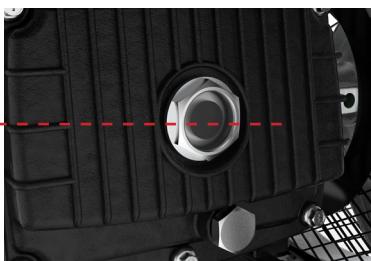
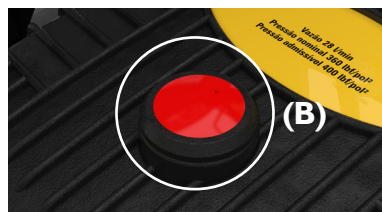

FIGURA 04. Nível do óleo no visor
FIGURA 06. Troca de óleo
- 8.1. Verifique se o nível de óleo está no meio do visor, caso não esteja deverá ser adicionado óleo até atingir o nível no meio do visor, conforme **figura 04**.
2. Retire o parafuso conforme figura 06 - (A) para drenar o óleo velho, e assim que esgotar totalmente o óleo coloque o parafuso novamente.
3. Retire o tampão na parte superior da Lavadora B (conforme figura 06) e adicione o óleo indicado até atingir o centro do visor (conforme figura 04).